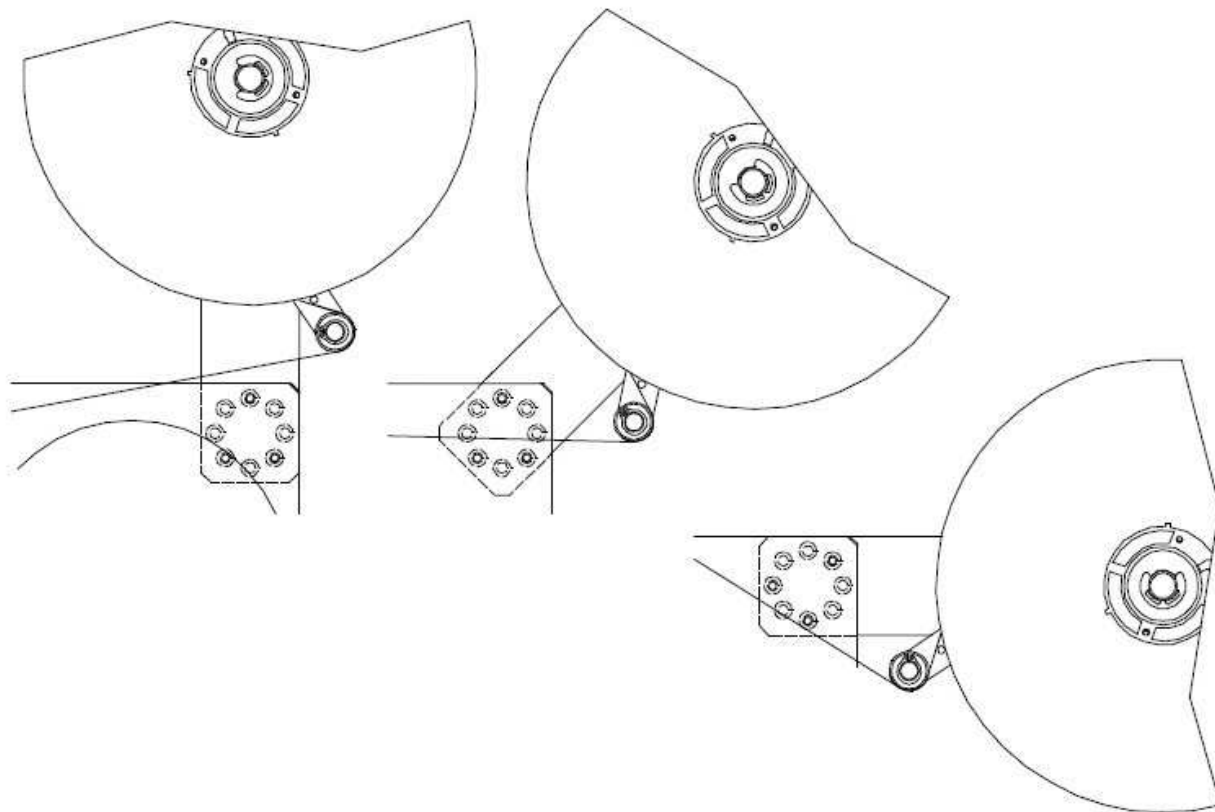

FIGURA 6
- * **Assemblare** il supporto magazzino etichette alle flange come rappresentato nella figura 6, utilizzando le 5 viti e i due distanziali in dotazione.